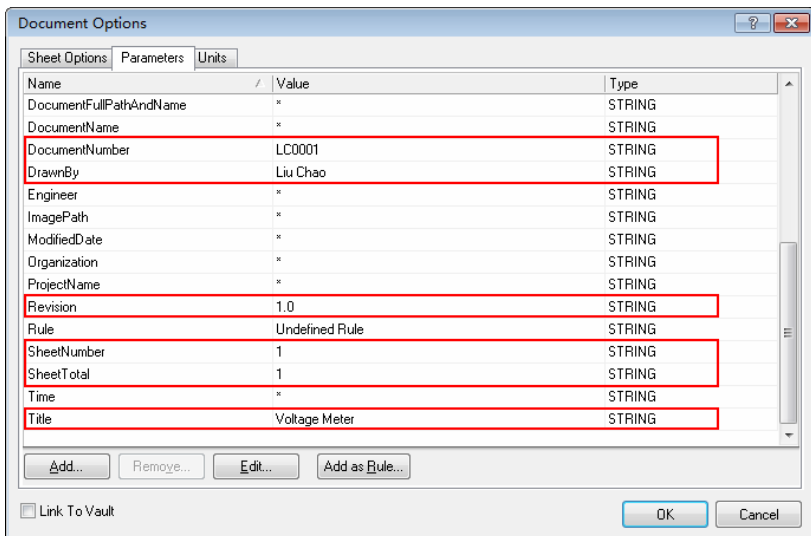

图 4-69 设置工程参数
1) 执行菜单命令 Design >> Document Options, 打开文档选项对话框,并切换到 Parameters 选项卡,在其中自行输入 Drawn By、Revision、SheetNumber、SheetTotal、Title 参数的内容,如图 4-69 所示。